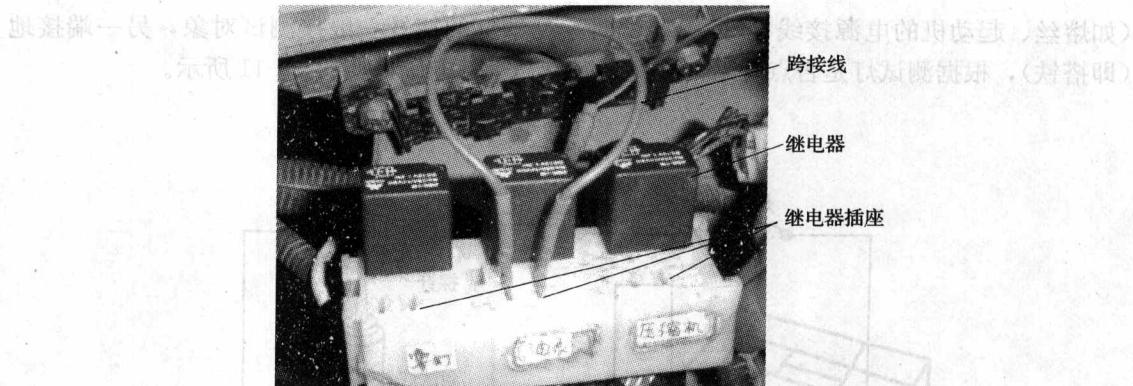

图 1—12 用跨接线跨接燃油泵继电器
4. 方法(以起动机和燃油泵电路为例):(1) 使用跨接线跨接起动机的 ST 接线柱和电源接线柱,起动机应运转。(2) 拔去起动继电器,用跨接线跨接起动继电器的两触点插脚,起动机应运转。(3) 拔去燃油泵继电器,用跨接线跨接油泵继电器的两触点插脚,燃油泵应运转,如图 1—12 所示。